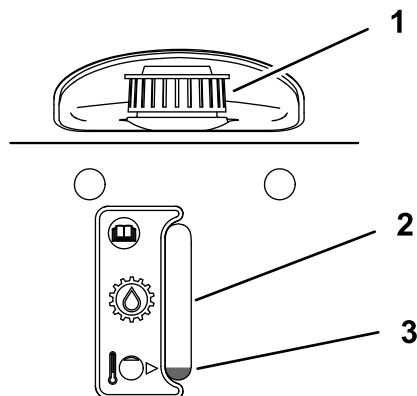

Figure 44
4. Utilisez le regard pour vérifier le niveau de liquide dans le vase d'expansion (Figure 44).
13. Ajoutez du liquide hydraulique dans le vase d'expansion jusqu'à ce qu'il atteigne le trait de repère (Figure 44).